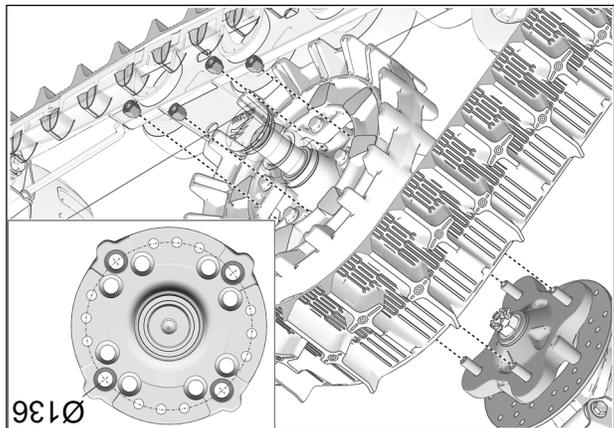

Fig. 18
8. Fixer le système de traction au moyeu de roue avant. Utiliser le cercle de perçage de $\varnothing 136\text{mm}$ et les écrous de roue d'origine du véhicule. Fig. 18